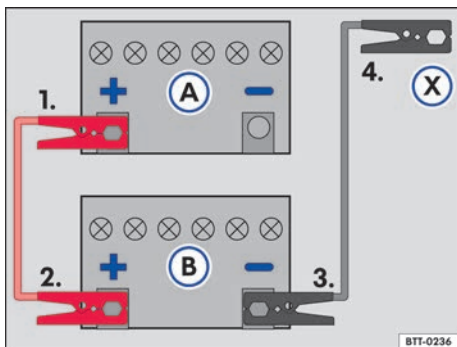

Fig. 168 Esquema para a conexão dos cabos auxiliares de partida: bateria do veículo descarregada (A) e bateria do veículo fornecedora de corrente (B).
Legenda para → Fig. 168:
- Conectar uma extremidade do cabo auxiliar de partida *vermelho* ao polo positivo → Fig. 168 ⊕ do veículo com a bateria do veículo descarregada ① → ⚠.
- Conectar a outra extremidade do cabo auxiliar de partida *vermelho* ao polo positivo ⊕ da bateria do veículo fornecedora de corrente ②.
- Conectar uma extremidade do cabo de auxílio na partida *preto* ao polo negativo ⊖ da bateria do veículo fornecedora de corrente ③.
- Conectar a outra extremidade do cabo auxiliar de partida *preto* ⊗ no veículo com a bateria do veículo descarregada em uma peça maciça de metal aparafusada firmemente ao bloco do motor ou no próprio bloco do motor - porém não nas proximidades da bateria ④ → ⚠.